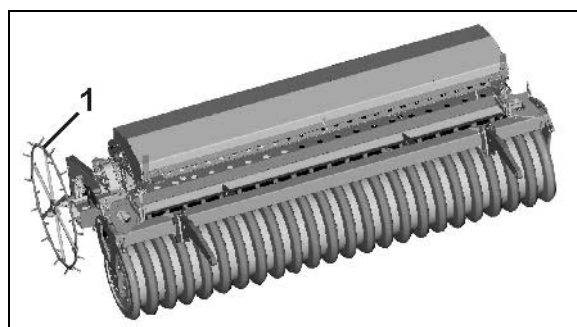

Fig. 28
6. Sporehjulet sættes i og sikres med klapsplit (Fig. 28/3).